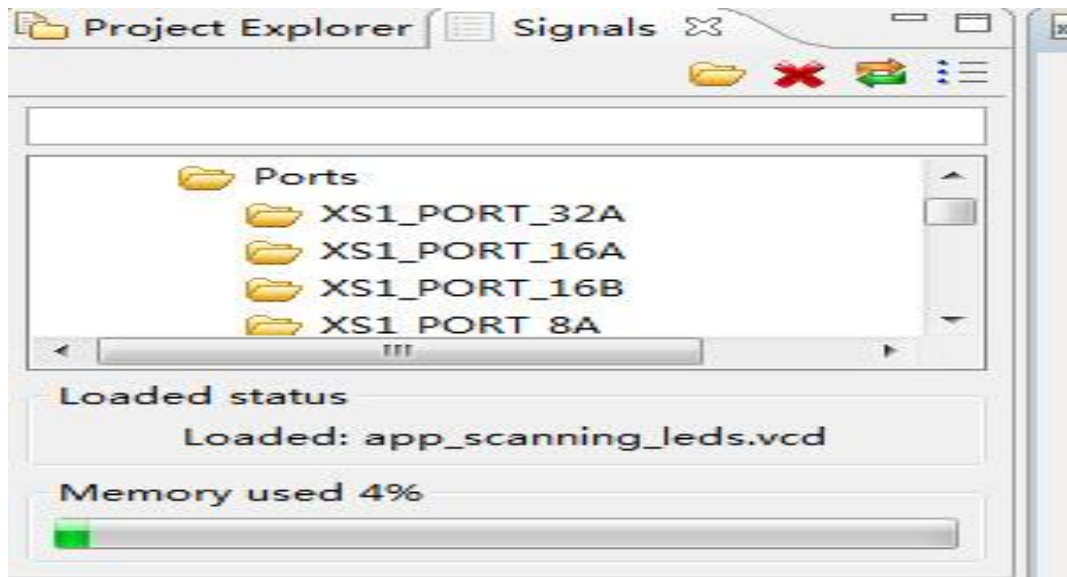

图 7
- 2.在左上方选 I/O 进行对应 I/O 波形显示，如果没有出现可选目录，则添加文件 app_scanning_leds_vcd,就会出现图 7 所示;